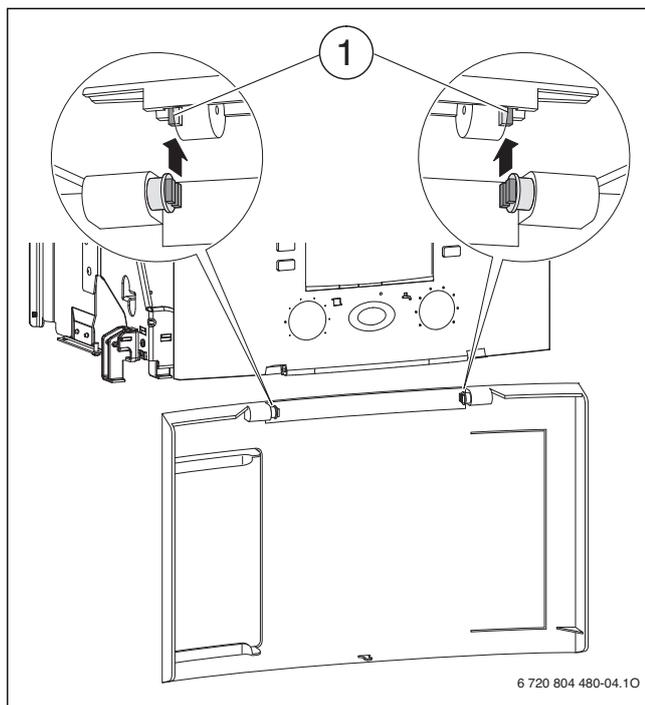

Fig. 11
- ▶ Comprobar la orientación de los vaporizadores (→ fig. 11, [1]).